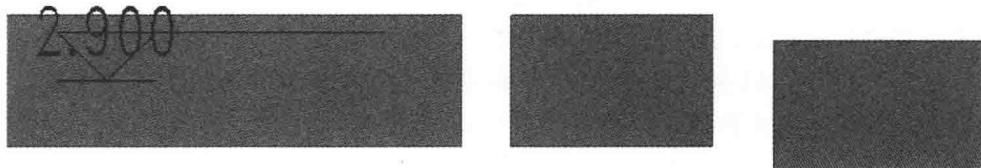

图 2.1-8
2) 这时我们用“打断”命令把左边风管打断，从而多出一根新的水平管，如图 2.1-8 所示。